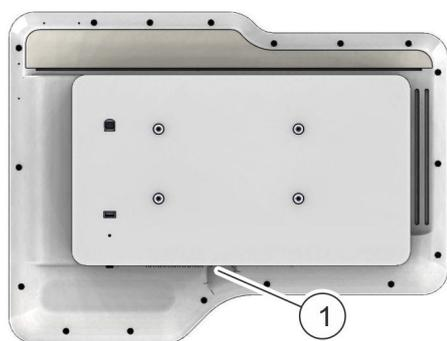

Fig. 4: Botão para ligar/desligar no terminal
1. ➤ Pressionar o botão para ligar/desligar (Fig. 4/1) para ligar o terminal.
3. ➤ Pressionar o botão para ligar/desligar (Fig. 4/1) para desligar o terminal.